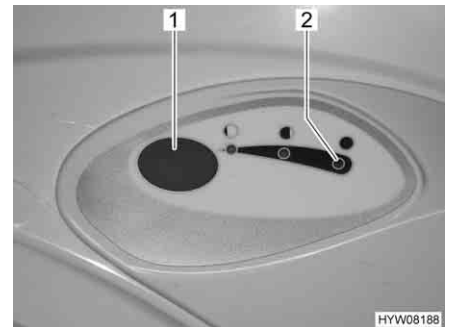

Fig. 251 Pulsante dello sciacquone/spia di controllo toilette Thetford
- Per sciacquare premere il pulsante blu (Fig. 251,1).
La spia di controllo (Fig. 251,2) si accende quando il serbatoio fecale deve essere svuotato.